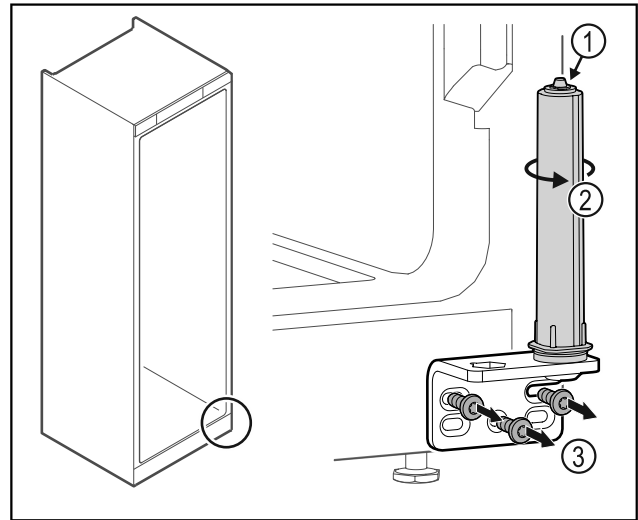

Fig. 32
- ▶ Μην αποσυναρμολογείτε το σύστημα κλεισίματος πόρτας Fig. 32 (1).
- ▶ Περιστρέψτε το σύστημα κλεισίματος Fig. 32 (2), μέχρι να κάνει κλικ.
- ▶ Ξεβιδώστε τη γωνία μεντεσέ Fig. 32 (3).